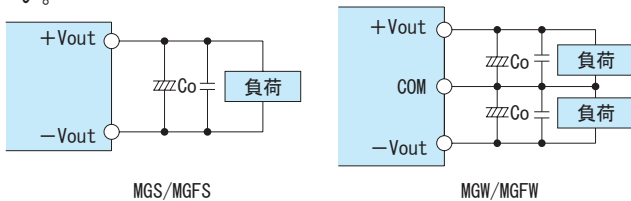

図3.3 出力側外付けコンデンサ接続方法
- 出力リップル電圧を低減するには、図3.3のように出力端子に電解コンデンサまたはセラミックコンデンサCoを接続してください。